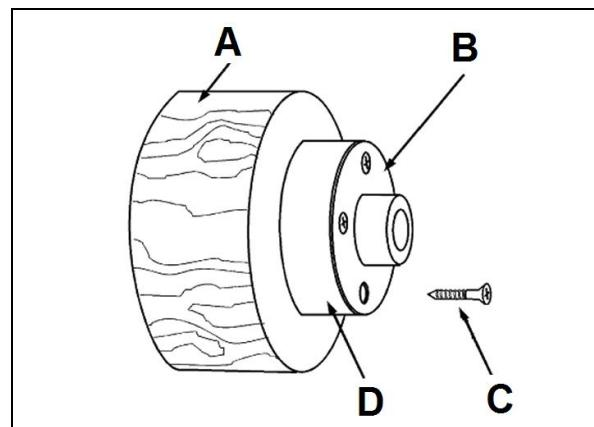

Рис. 28
Установите заготовку (A, Рис. 28) прямо на планшайбу, прикрутив ее 4 шурупами (C) с обратной стороны. Шурупы должны быть достаточно короткими, чтобы не препятствовать процессу резания, но их длина должна позволять надежно удерживать заготовку на планшайбе.